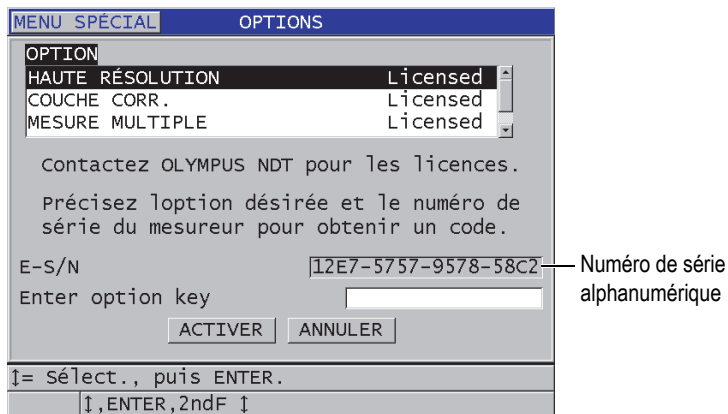

Figure 7-1 Écran **OPTIONS** servant à activer les options logicielles
3. Dans l'écran **OPTIONS** (Figure 7-1 à la page 114), notez le numéro de série alphanumérique de 16 caractères inscrit dans le champ **E-S/N**.
5. Dans l'écran **OPTIONS** (Figure 7-1 à la page 114), faites ce qui suit :